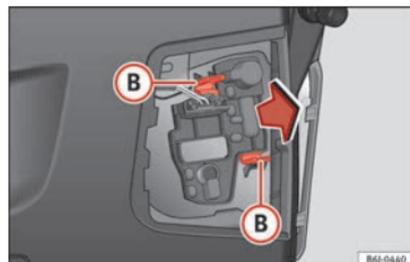

Fig. 201 Démontage du support d'ampoules.
– Démontez le support d'ampoule en appuyant sur le clip de fixation (B) » fig. 201 et en le retirant vers l'extérieur.